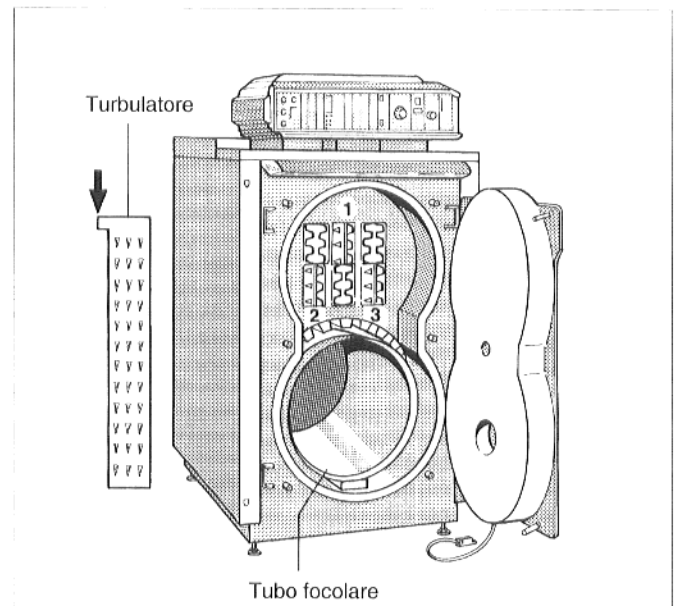

Fig. 18
- Verificare se i turbolatori siano stati inseriti in corrispondenza alla grandezza della caldaia (Fig. 18). In caso di grandezza di caldaia 95 e 145 vengono equipaggiate soltanto le tasche 1, 2 e 3 (Fig. 18). La battuta deve essere sulla parte inferiore. (Freccia - Fig. 18).
- Rimettere i turbulatori nelle tasche per riscaldamento ulteriore. In caso di grandezza di caldaia 95 e 145 vengono equipaggiate soltanto le tasche 1, 2 e 3 (Fig. 18). La battuta deve essere sulla parte inferiore. (Freccia - Fig. 18).